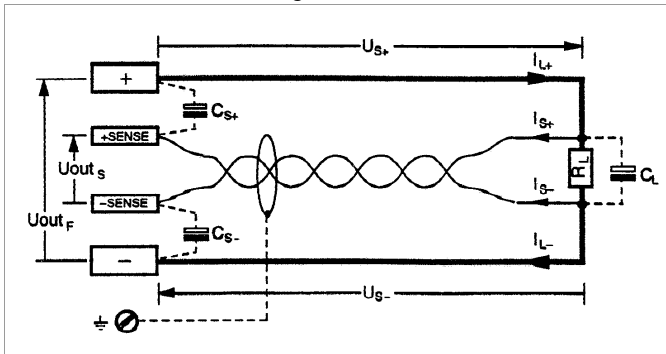

Bild 5.2 Lastanschluss mit Fühlerbetrieb
- Für den Betrieb mit Fühlerleitungen gelten die **im Bild 5.2** und unter **Elektrische Daten** aufgeführten **Parameter** und **Grenzwerte**.
- Durch je einen Kondensator (**CS+**, **CS-**) zwischen **SENSE-** und **Ausgangsklemme** (siehe Bild 5.2) können Sie den Regelschwingungen entgegenwirken.